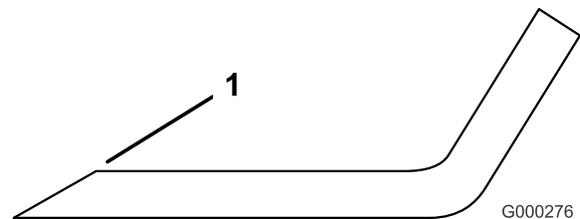

Figura 93
3. Inspeccione los filos de todas las cuchillas. Afilelos si están romos o tienen mellas. Afile únicamente la parte superior del filo y mantenga el ángulo de corte original para asegurar un filo correcto (Figura 93). La